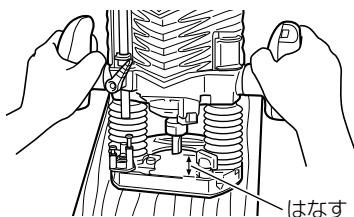

図 9
- (1) スイッチを入れるときは、ビットを材料からはなした状態で入れてください。また、最大回転速度に達するまで、作業を行わないでください。(図9)